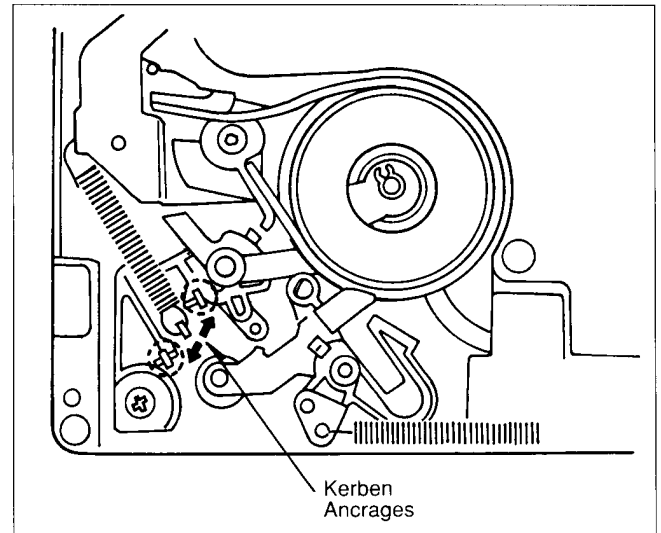

Fig. 34
3. Falls der Meßwert außerhalb der Spezifikation liegt, die Feder in eine andere Kerbe einhängen. Fig. 34
3. Dans le cas où la valeur mesurée est hors spécification, changer le point d'ancrage du ressort. Fig. 34